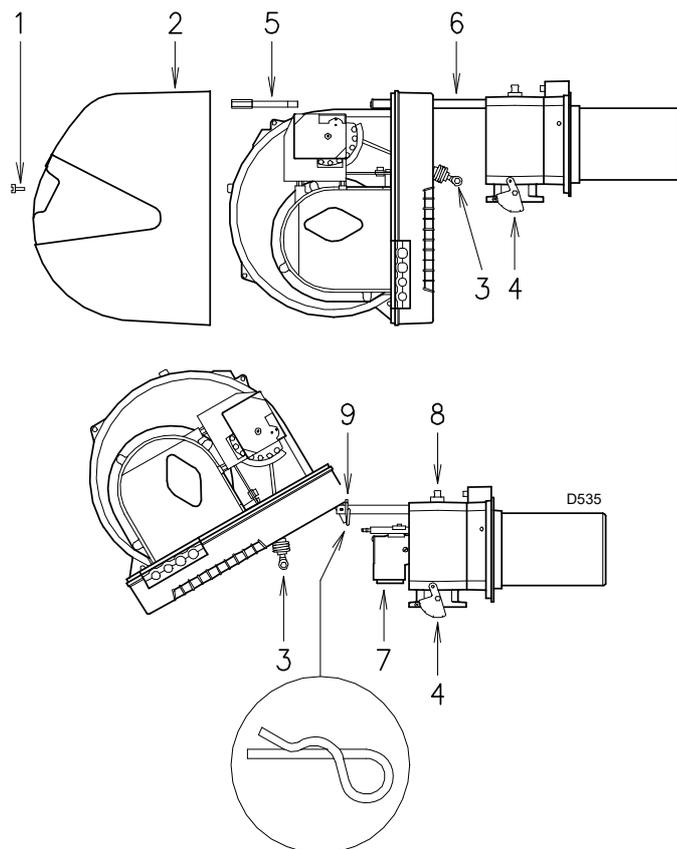

Fig. 34
- Togliere la vite 1)(Fig. 34) ed estrarre il cofano 2).
A questo punto è possibile estrarre il distributore del gas 7) dopo aver tolto la vite 8)(Fig. 34).
- Togliere la copiglia 9)(Fig. 34) e spingere il bruciatore fino a circa 100 mm dal manicotto. Reinserrire i cavi e far scorrere il bruciatore fino a battuta. Rimettere la vite 5) e la copiglia 9) e tirare delicatamente verso l'esterno i cavi di sonda ed elettrodo, fino a metterli in leggera tensione. Riagganciare lo snodo 3) al settore graduato 4).